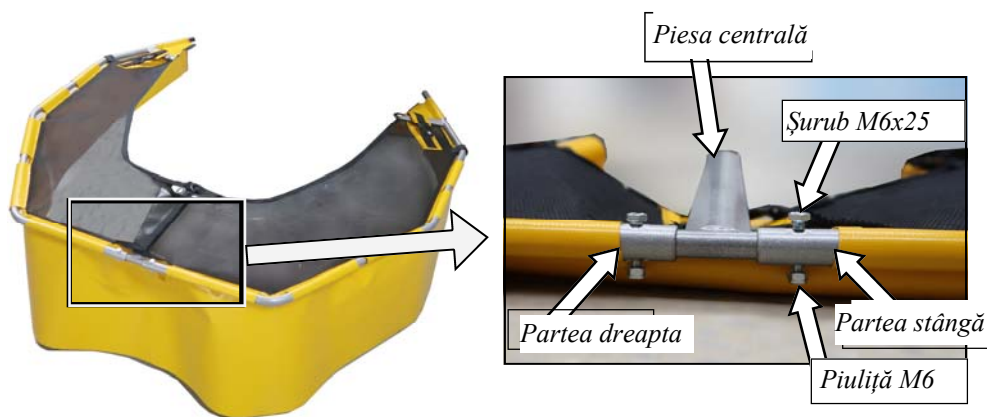

Fig.34 - Protecția exterioară
- 4) Așezați flanșa de antrenare pe axul port cuțit, astfel încât profilul pătrat al axului să intre în profilul pătrat interior din flanșa de antrenare și simultan dinții exteriori ai flanșei de antrenare să intre în canelurile de pe fulia de curea (Fig. 34). Dacă este necesar, rotiți ușor cuțitul tocătorului astfel încât profilele de cuplare să se îmbine. Asigurați-vă că atât profilele pătratele cât și dinții exteriori se cuplează corect.